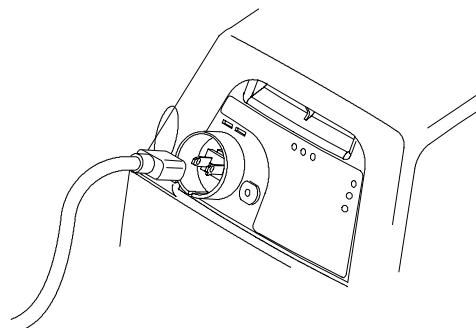

Figure 8
3. Brancher le prolongateur dans la prise de la tondeuse, puis brancher l'autre extrémité dans une prise secteur normale de 120 V (Fig. 8). Voir Connexion du prolongateur, page 10.